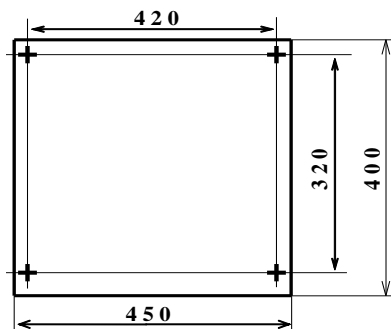

Рисунок 1
4.1.3 Надёжно закрепить РИП в удобном месте. Габаритно-установочные размеры указаны на рис. 1.